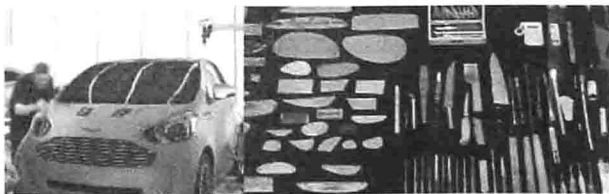

图1-24 油泥模型及制作刀具
- 油泥模型：油泥是一种含油质的材料，不溶于水，成型后不会干裂，其特点是可塑性和黏接性非常好，成型后经过加热软化后可以自由修改，油泥经过加温，硬度会有所降低，呈现出很好的柔软性。温度降低后，硬度会恢复到原先的强度，这个过程可以重复无数次，而丝毫不影响材质的质量。油泥材质还可以回收再用，对设计师来讲是非常方便和有效的。油泥模型及其制作工具，如图 1-24 所示。